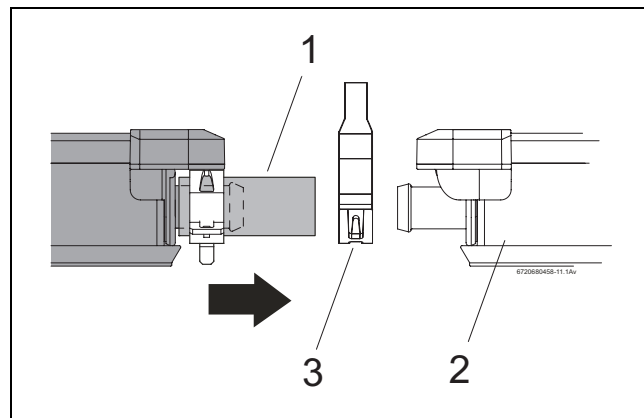

Рис. 37 Придвинуть второй коллектор к первому
- ▶ Уложите второй коллектор с предварительно смонтированными шлангами (рис. 37, [1]) на профильные рейки и дайте ему съехать в крепления от сползания.
- ▶ Наденьте второй пружинный хомут (рис. 37, [3]) на шланг коллектора.
- ▶ Придвиньте второй коллектор к первому (рис. 37, [2]) так, чтобы шланги наделись на левые штуцеры первого коллектора.